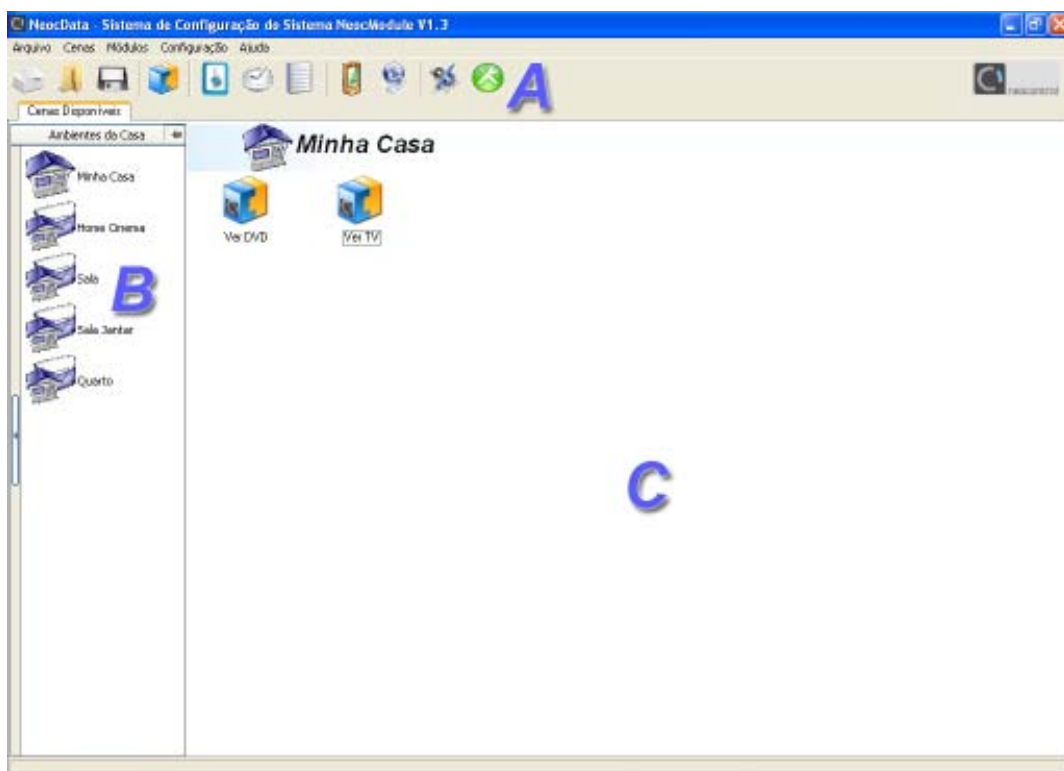

Figura 27 - Janela principal do NeocData
A interface da janela principal do NeocData foi dividida em três setores (Figura 27). O intuito principal da divisão é fornecer uma visão simples da localização da barra de ferramentas (A), do painel de pastas (B) e do painele de cenas (C).
Na barra de ferramentas (setor A da Figura 27) encontramos botões que disponibilizam o acesso às principais funções do sistema facilitando e agilizando a utilização do sistema. A
No painel de pastas (setor B da Figura 27) são mostradas, em forma de ícones, as pastas criadas para a organização das cenas como mostrado no item 10.7 deste manual.
No Painel de Cenas (setor C da Figura 27) são localizadas as cenas disponíveis do sistema. A